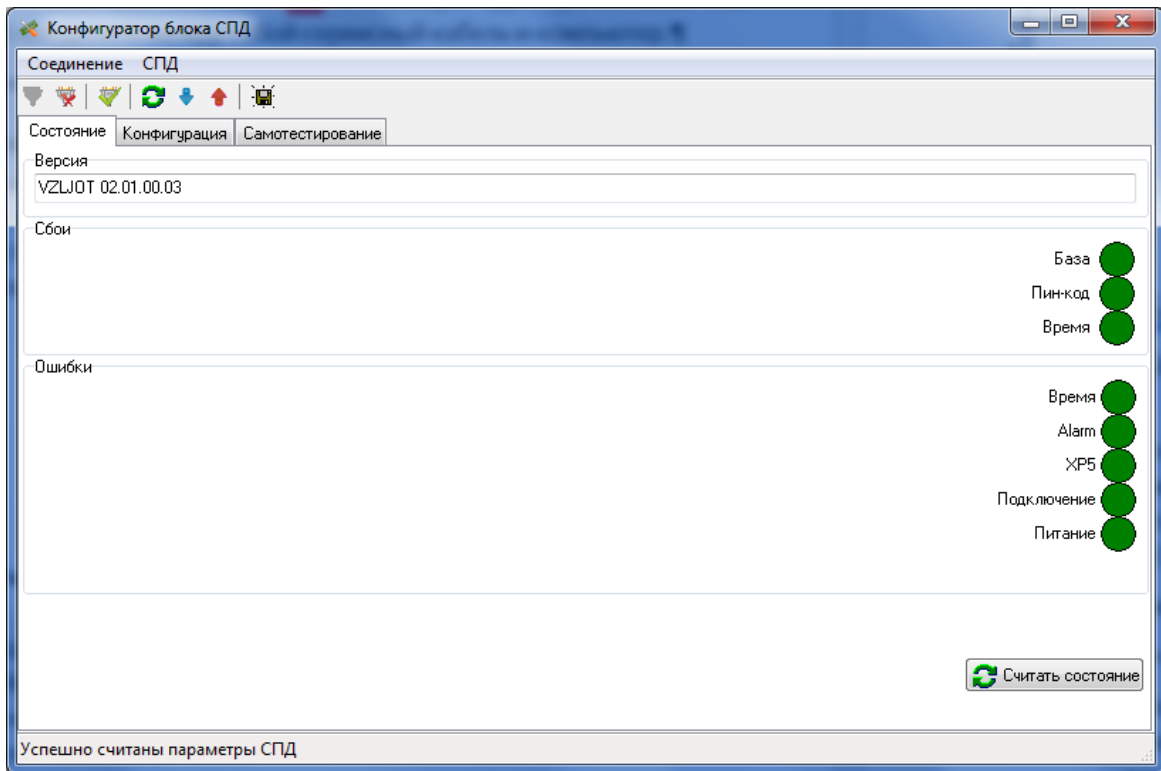

Рис.4. Вкладка «Состояние» программы «Конфигуратор блока СПД»
3.1.5. Нажмите кнопку  **«Считать состояние и конфигурацию из блока СПД»**. В окнах **«Сбои»** и **«Ошибки»** отражается текущее состояние конфигурации блока СПД. При нормальной работе все флаги светятся зеленым цветом. Окно программы примет вид, приведенный на рис.4.
3.4.1. Перечень неисправностей и нештатных ситуаций, диагностируемых прибором и индицируемых в окне «**Состояние**» программы «Конфигуратор блока СПД» (см. рис.4) приведен в табл.3.